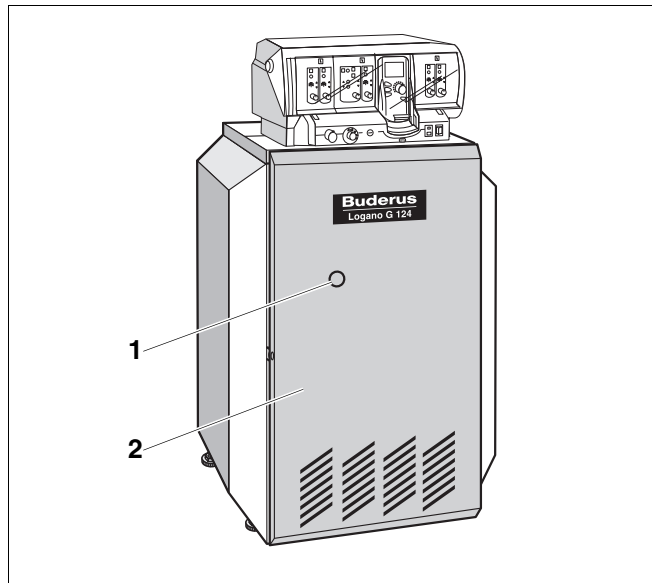

Fig. 52 Înlăturarea deranjamentelor arzătorului
În cazul unei defecțiuni a arzătorului se aprinde led-ul de avertizare de pe butonul de resetare (Fig. 52, **Poz. 1**) a cazanului de încălzire.
Puteți activa butonul de resetare al arzătorului prin orificiul (Fig. 52, **Poz. 1**) situat pe peretele frontal (Fig. 52, **Poz. 2**) al cazanului de încălzire. Nu trebuie să demontați peretele frontal al cazanului.
- Apăsăți butonul de resetare (Fig. 52, **Poz. 1**) al arzătorului.